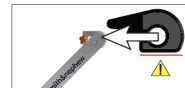

図 L2
- 4L テーブルアタッチメント用パッドをテーブルアタッチメントのクロスバーに取り付ける（図 L2）。